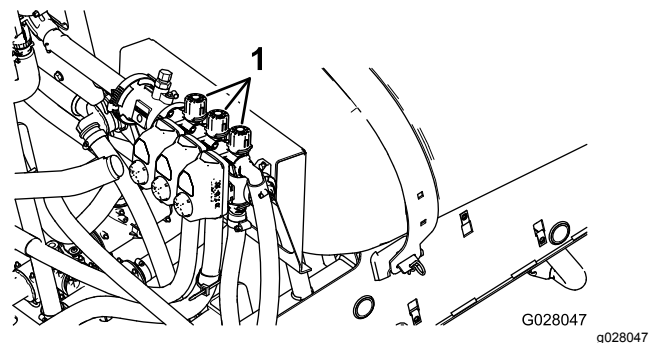

Figura 29
11. Desactive el brazo izquierdo y ajuste el mando de desvío del brazo (Figura 29) hasta que la presión marcada coincida con el valor previamente ajustado (típicamente 40 bar).
13. Ajuste el mando de desvío del brazo derecho (Figura 29) hasta que la presión marcada coincida con el valor previamente ajustado (típicamente 40 bar).
15. Ajuste el mando de desvío del brazo central (Figura 29) hasta que la presión marcada coincida con el valor previamente ajustado (típicamente 40 bar).